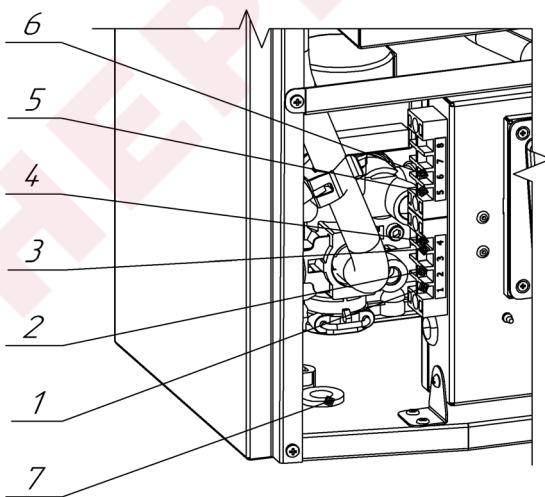

Рис. 9. Подключение дополнительных устройств
- удалить перемычку между клеммами 1 и 2 на колодке блока управления (рис. 9);
- прорезать двухпроводной кабель, идущий от терmostата, через проходную муфту 7 в корпусе и подключите его к клеммам 1 и 2 (рис. 9);
- прорезать двухпроводной кабель, идущий от датчика, через проходную муфту 5 в корпусе и подсоедините его к клеммам 3 и 4 (рис. 9);
- Прорезать двухпроводной кабель, идущий от термостата БКН, через проходную муфту 7 в корпусе теплогенератора и подсоедините его к клеммам 5 и 6 (рис. 9);
- Прорезать двухпроводной кабель, идущий от датчика температуры БКН, через проходную муфту 7 в корпусе теплогенератора и подсоедините его к клеммам 5 и 6 (рис. 9)